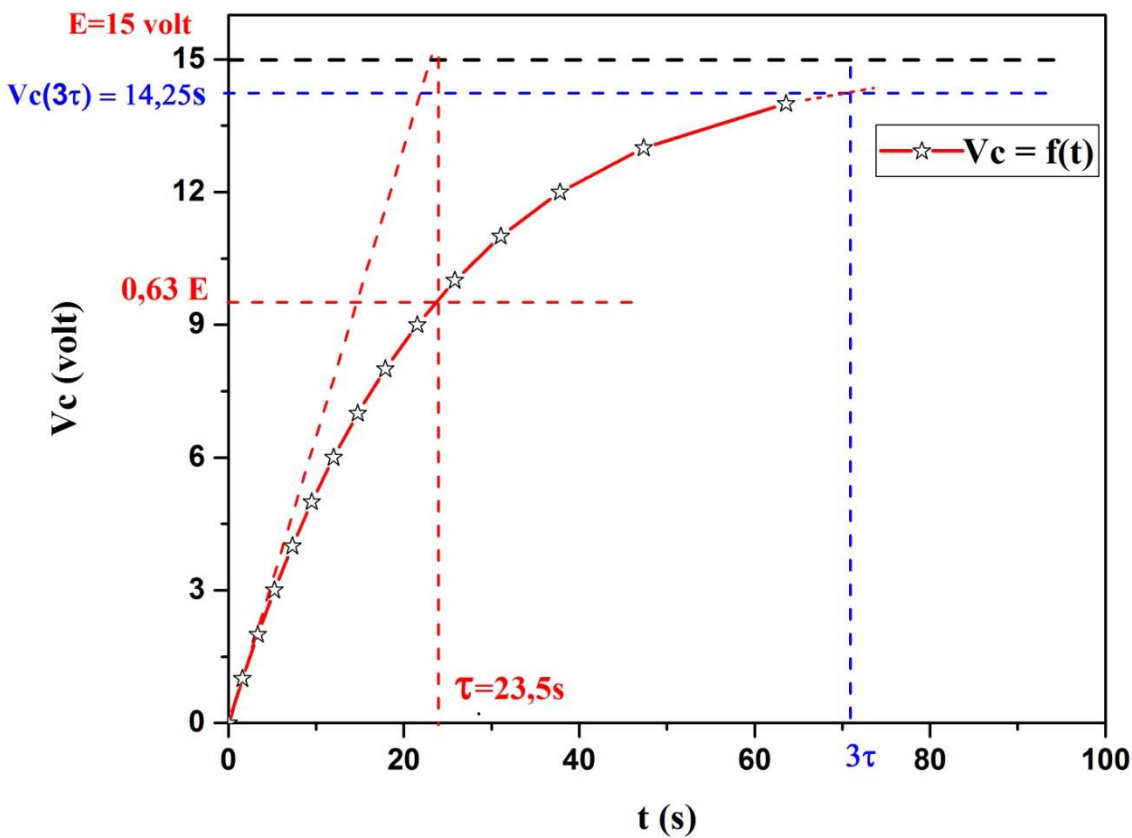

Figure 2.7 : variation de V_c en fonction du temps t
1. la courbe de charge $V_c(t)$ est représentée sur la figure 2.7.